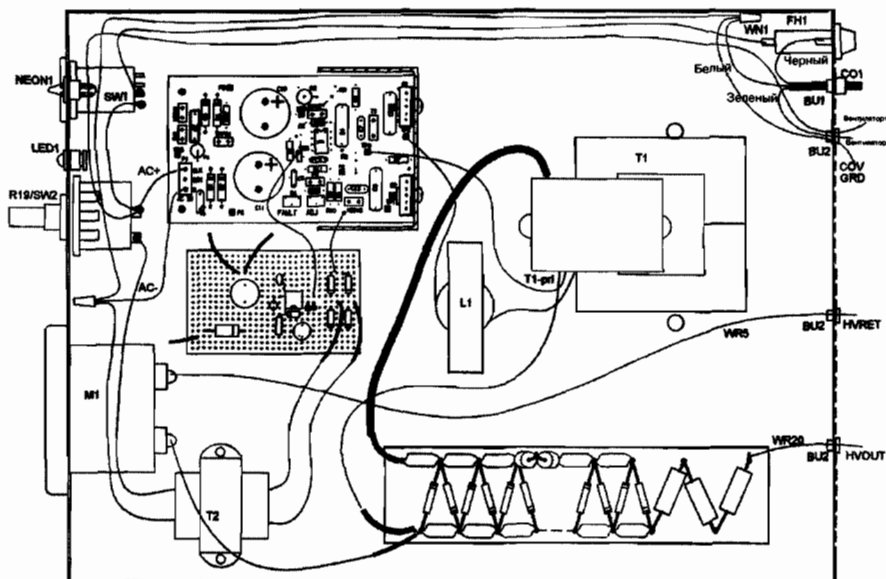

Рис. 8.10. Сборочный чертеж составных частей лазера с электрическими соединениями первой стадии
Черные точки показывают соединения внешних проводов, как показано на рис. 8.10 и 8.11
7. Выполните электрические соединения компонентов первой стадии сборки, как показано на рис. 8.10. Постарайтесь использовать имеющиеся выводы и наращивайте их с помощью проволочных винтов только в случае крайней необходимости. Внешние выходящие из корпуса провода должны иметь длину не менее 45 см и будут обрезаны до нужного размера при окончательной сборке. Используйте высоковольтный провод WR20 кВ длиной 90 см в качестве выходного провода высокого напряжения HVOUT. Используйте провод WR5 кВ длиной 150 см в качестве обратного провода высокого напряжения HVRET. Для других соединений используйте провод WR #20.
Небольшое отверстие для заземления крышки зеленым проводом источника питания, как показано на рис. 8.10